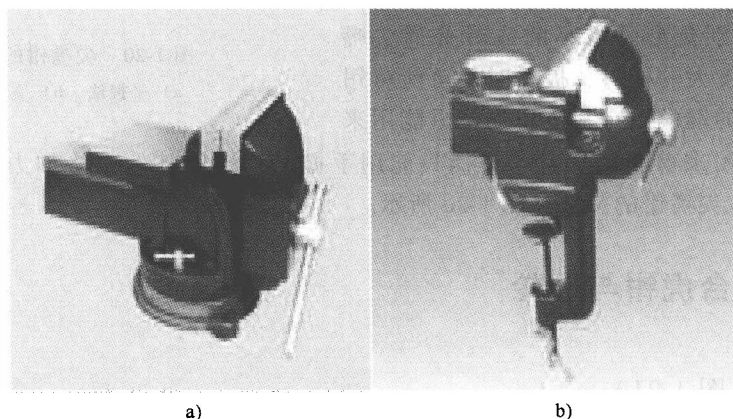

图 1-22 固定式台虎钳
(1) 固定式台虎钳（图 1-22） 固定式台虎钳是一种装在工作台上供夹持工件用的夹具。台虎钳的大小是以钳口的长度来表示的。常用的有 100mm、127mm、150mm 三种规格。